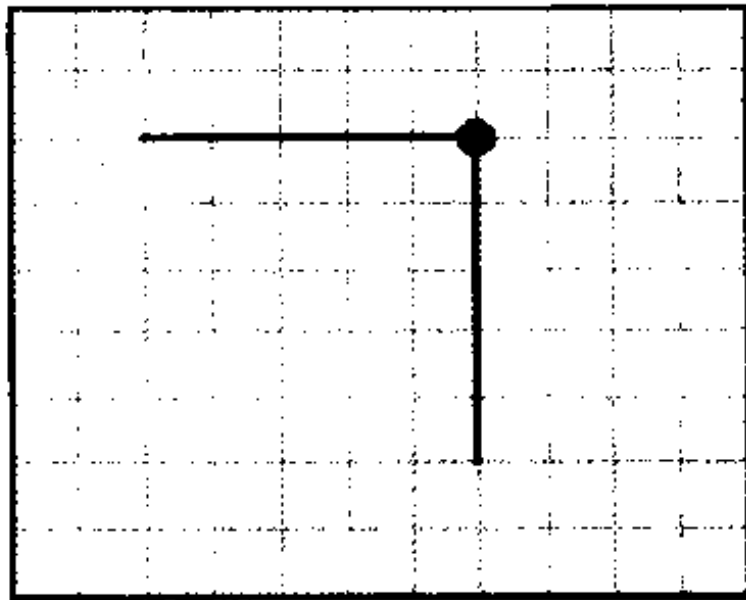

图 7-17 在图纸中放置过孔的效果
(1) 首先在图纸的两个布线板层中绘制导线,然后在 Placement Tools 工具栏中单击  按钮,选择放置过孔的工具,或者选择 Place > Via。
(2) 此时鼠标箭头变为十字光标,并且在十字光标上带有一个过孔的形状,在图纸中移动十字光标,到适当的位置单击,在图纸中放置一个过孔;此时鼠标箭头仍保持为十字光标的形状,用户可以继续在图纸中放置过孔,右击鼠标,则可以退出放置过孔的工作状态,得到如图 7-17 的效果。